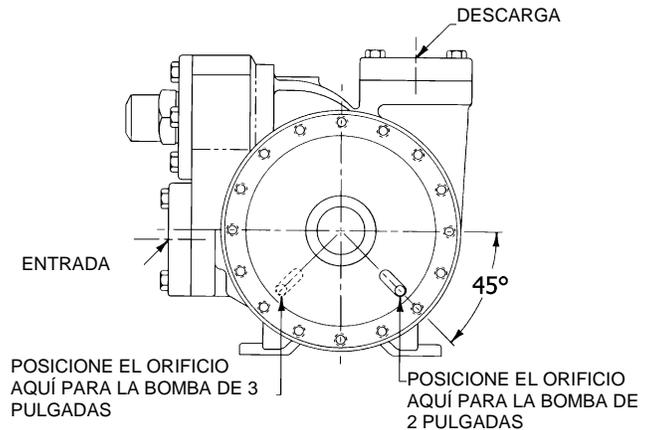

Figura 6 - Ubicación del orificio de alivio del disco
Instale el disco (71) del lado interno de la bomba con la cavidad del sello orientada hacia fuera y el orificio de alivio del disco situado tal como se muestra en la figura 6.